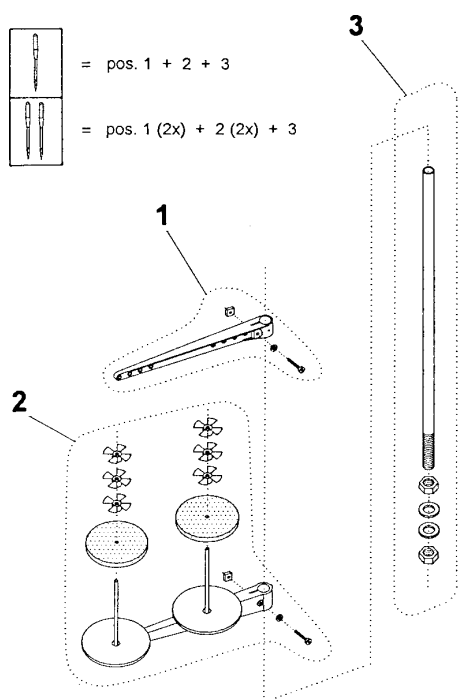

Abb. 15
10. Zusammensetzung und Montage des Garnständers (Abb. 15, 16)